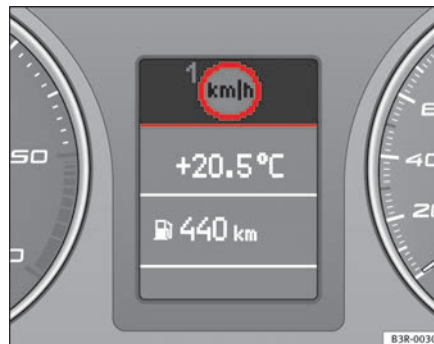

Fig. 56 Visor: Aviso da velocidade
O dispositivo de aviso da velocidade informa o condutor quando este ultrapassa uma velocidade máxima previamente programada. Assim que a velocidade do veículo ultrapasse em 10 km/h a velocidade programada, emite-se um sinal sonoro de aviso. Ao mesmo tempo aparece um símbolo de advertência no visor digital ⇒ fig. 56.
O símbolo do dispositivo de aviso da velocidade no visor  do limite de aviso 1 $\Rightarrow$ página 84, fig. 56 visualiza-se caso se ultrapasse a velocidade máxima programada. O aviso desliga-se quando a velocidade do veículo seja inferior à velocidade máxima programada.
- Pressione a tecla CHECK até que apareça o símbolo $\Rightarrow$ página 84, fig. 56.